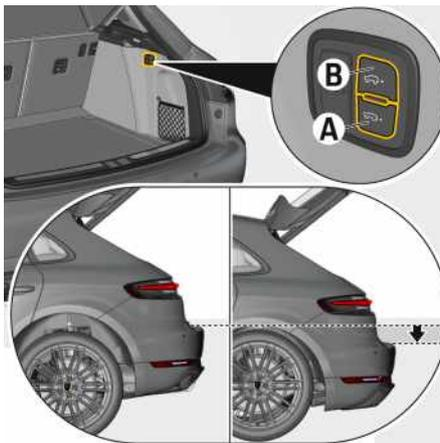

Fig. 142 : Réglage de l'abaissement de l'arrière du véhicule à l'aide des touches situées dans le coffre à bagages
- ▶ Appuyez sur la touche **A** et maintenez-la enfoncée (fig. 142).